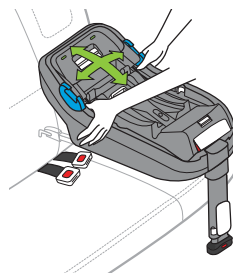

Figura 45
- Mientras sujeta la base por encima de los conectores LATCH, tire de la base de adelante hacia atrás y de izquierda a derecha para verificar la instalación segura, como se muestra en la **Figura 45**. El sistema LATCH DEBE permanecer seguro y la base no debe moverse más de 1 pulg. (2.5 cm) en ninguna dirección.